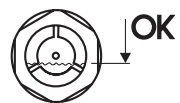

Figura 5:
- Llene lentamente el aceite con la jeringa. Este proceso dura de 5 a 10 minutos, hasta que el aceite alcanza el mismo nivel en ambas cámaras. La cantidad de aceite es la correcta cuando el nivel de aceite se encuentre en el tercio inferior de la mirilla (figura 5). La cantidad de aceite necesaria depende de la posición de montaje; véanse los valores orientativos en tablas 3 y 4.